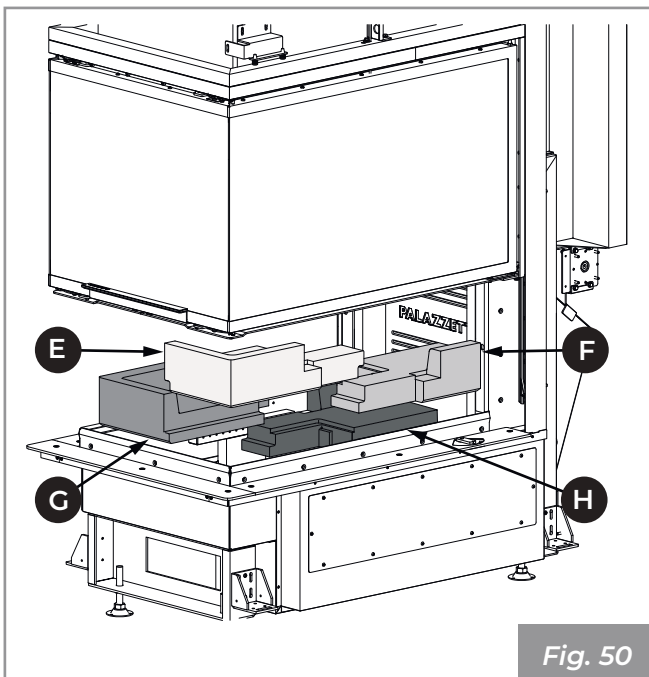

Fig. 50
- 3) Soulever et extraire, dans l'ordre, les bases en réfractaire (E, F, G, H) de la base et aspirer les cendres éventuellement déposées dans les compartiments en dessous (Fig. 50).